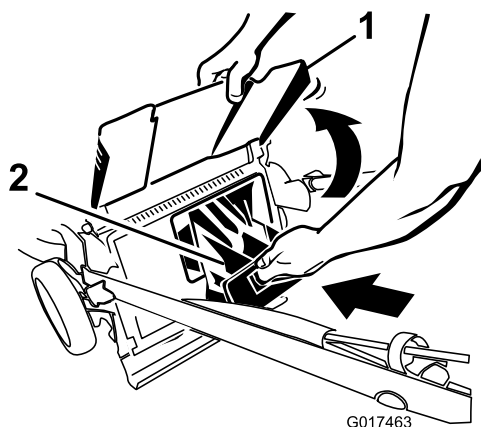

Figura 25
**Importante:** Asegúrese de que el tapón de descarga trasera está bloqueado en su sitio. Para bloquear el tapón: Levante el deflector de descarga (Figura 25), introduzca el tapón y presione firmemente hasta que encaje detrás de las pestañas, y gire la palanca del tapón a la izquierda (Figura 24).